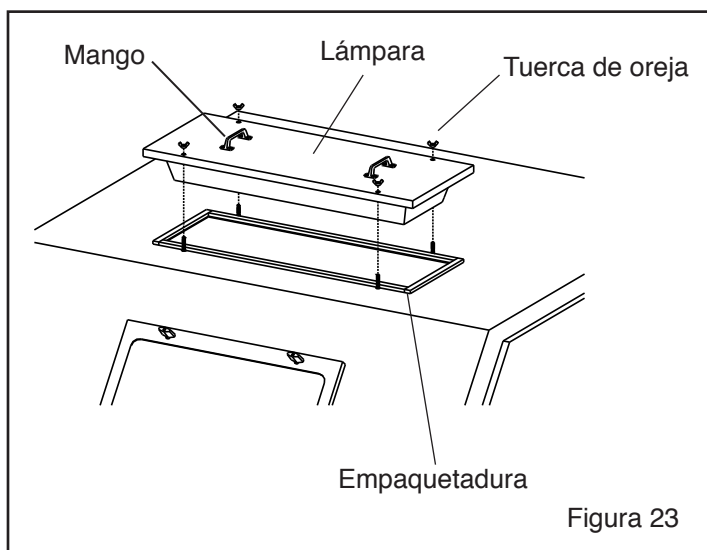

Figura 23
7.7.2.1 Retire las cuatro tuercas de oreja que sostienen la lámpara a la cabina y use los mangos para alzarla lámpara de la cabina, como se muestra en la Figura 23.
7.7.2.3 Coloque una sección de empaquetadura al lado de la abertura y corte el largo dando un solape de 3/4" en cada extremo. Despegue una pequeña sección del dorso adhesivo y pegue la empaquetadura adhesiva al borde superior de la abertura de la lámpara, como se muestra en la Figura 23. Presione la empaquetadura firmemente para que se adhiera. Repita el proceso para cada lado.